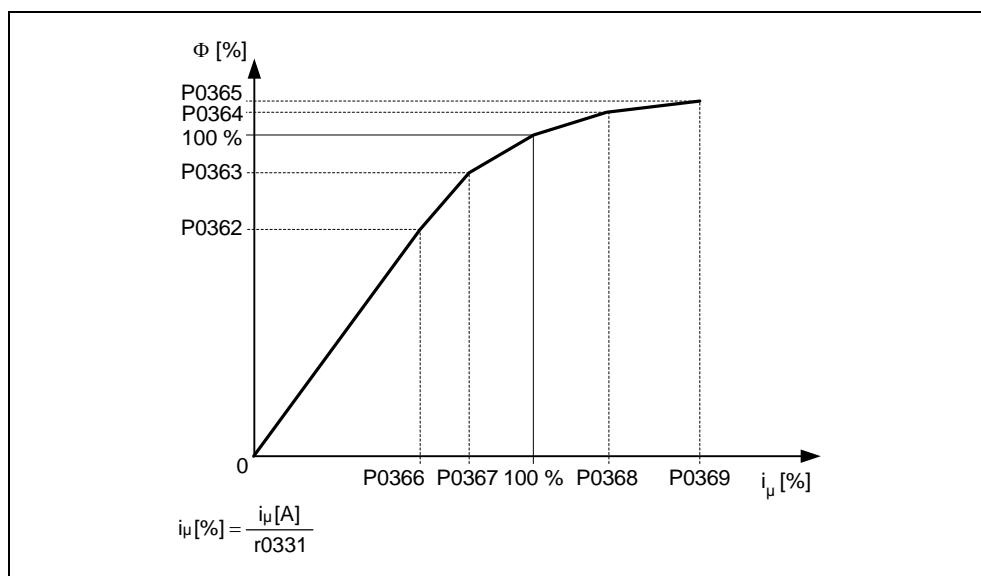

Рис. 3-27 Характеристика намагничивания
- Характеристика намагничивания (см. Рис. 3-27) → P1910 = 3